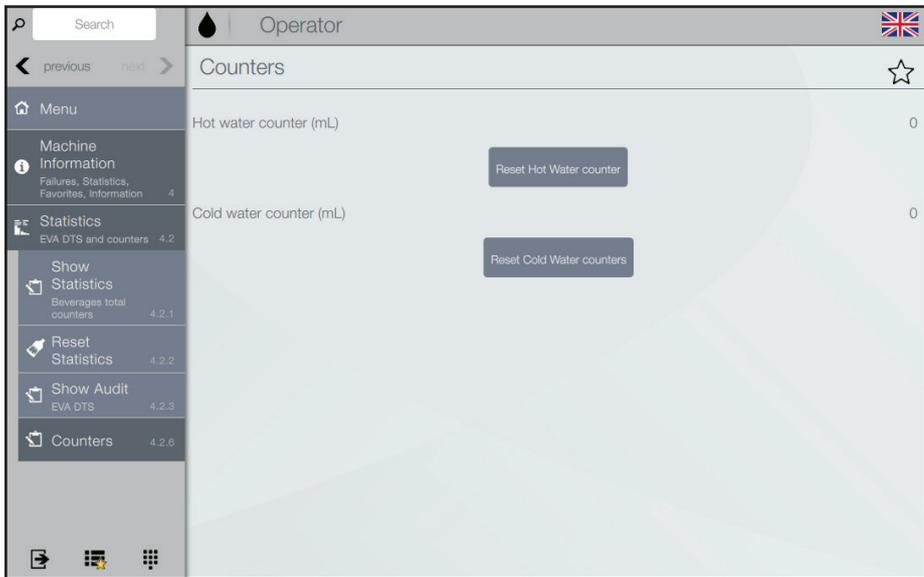

Fig. 6.14- Contatore Totale Acqua
- Toccare "Azzeramento contatore acqua calda" per azzerare il contatore acqua calda (fig. 6.14)